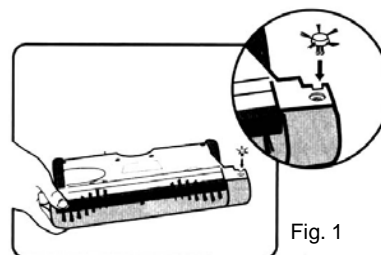

Fig. 1
1. Si l'outil à angle n'est pas attaché à la balayeuse, insérez-le dans la fente « carrée », sous le plancher de l'électrobrosse balayeuse. Poussez délicatement mais fermement jusqu'à ce que l'outil à angle se verrouille en position (fig. 1).